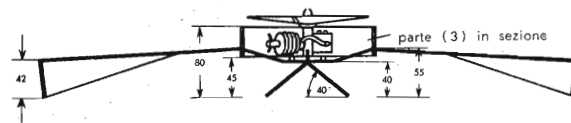
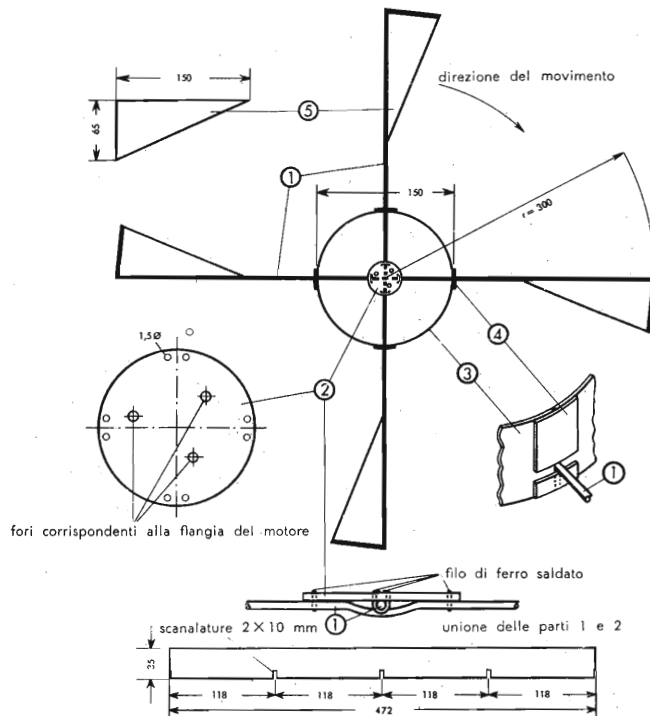

Fig. 568. Trottola aerea vista di fianco.
Fig. 569. Trottola aerea vista dall'alto (senza motore) e misure dei pezzi.
Questo modello è formato semplicemente da un po' di filo d'acciaio, da cartone e da un motore da 0,5 a 0,8 cm³, con elica (fig. 569 e tav. XXVIII).
Guida alla costruzione. Costruiamo dapprima il supporto per il motore (2). Praticiamo in esso tre fori del diametro di 2 mm per il fissaggio delle flange del motore, e otto fori del diametro di 1 mm per il fissaggio delle barrette d'acciaio (1), che costituiscono la crociera delle ali e che pieghiamo nella forma indicata nella veduta laterale (fig. 568). Uno dei fili d'acciaio deve essere leggermente piegato nel centro, perché possa aderire alla parte (2). Dopo aver unito a croce i fili di ottone o di rame, li salderemo a stagno. I due fili (1) devono essere piegati esattamente nello stesso modo; altrimenti la trottola non volerà regolarmente. L'angolo d'incidenza deve essere di circa 40° e lo si controlla efficacemente con una sagoma triangolare che abbia questo angolo. A tal fine poniamo sul tavolo la crociera e spingiamo la sagoma sotto ciascuna estremità. Formiamo poi con cartone (o compensato) l'anello intero (3) e lo incolliamo. Praticiamo poi le tacche di passaggio dei bracci della crociera. In seguito, vi incolliamo trasversalmente, delle strisce di cartone (fig. 569).
Ci resta da costruire il serbatoio, per esempio in banda stagnata. Dopo averlo ritagliato, piegato e saldato, lo installeremo sotto il carter del motore (fig. 568 e fotografia). Fissiamo il motore con viti, mentre assicuriamo il serbatoio al motore e al suo supporto (2) con filo per legature. Infine colleghiamo il serbatoio al motore con un pezzetto di tubo per il carburante. Il serbatoio deve al massimo contenere carburante per due minuti di volo, altrimenti la trottola vola troppo in alto o troppo lontano. Il peso di partenza, deve ammontare al massimo a 150 g.